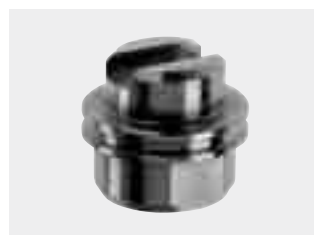
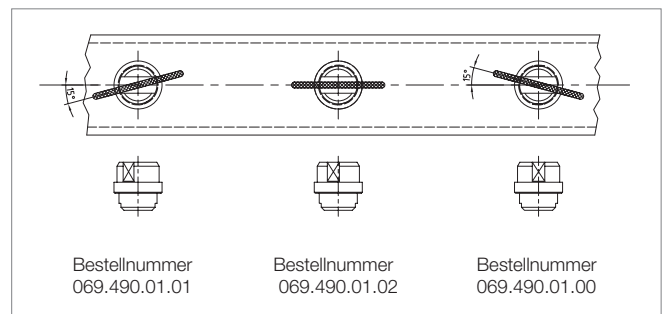

Abb. 2: Montagehilfe / Blindstopfen
Abb. 1: Montagehilfe
2. Düsenstrahlen je zur Hälfte entgegengesetzt nach außen verdreht. Dies ergibt eine Ableitung des Spritzwassers nach beiden Seiten (siehe Abb. 1).
Damit die richtige Ausrichtung des Düsenmundstücks gewährleistet ist (15° Strahlverdrehung zur Rohr-Längsachse – siehe Abb. 1), muss der Schweißnippel auf dem Spritzrohr so positioniert werden, dass seine Zweikant-Innenflächen parallel zur Rohr-Längsachse stehen. Dies lässt sich am besten mit der als Zubehör lieferbaren Montagehilfe erzielen (Abb. 2, Bestell-Nr. 069.490.01).
Die Montagehilfe (Abb. 2, Bestell-Nr. 069.490.01) kann auch als Blindteil zum Stilllegen von Düsenanschlüssen oder bei Druckprüfungen des Spritzbalkens verwendet werden